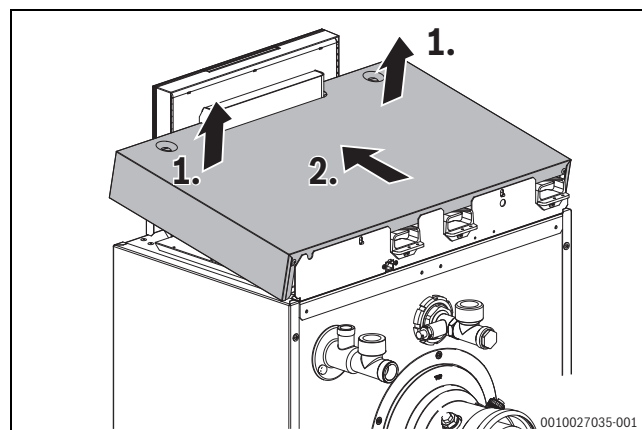

Bild 17 Kesselhaube abnehmen
- Kesselhaube im vorderen Bereich nach oben anheben und dann nach vorne abnehmen (→ Bild 17).